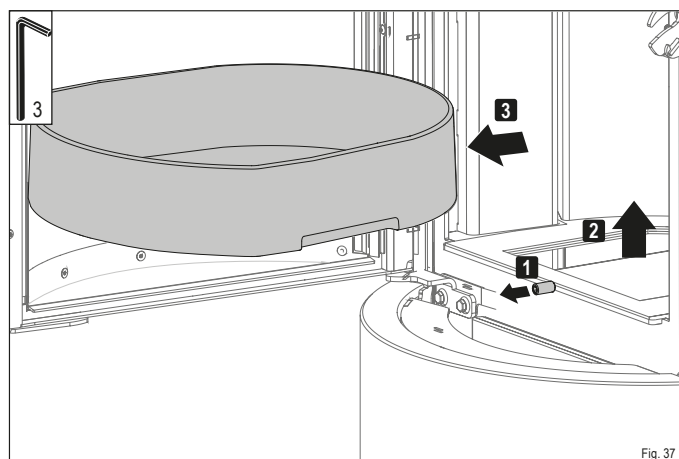

Fig. 37
- ▶ Retirez la grille foyère (Fig. 37).